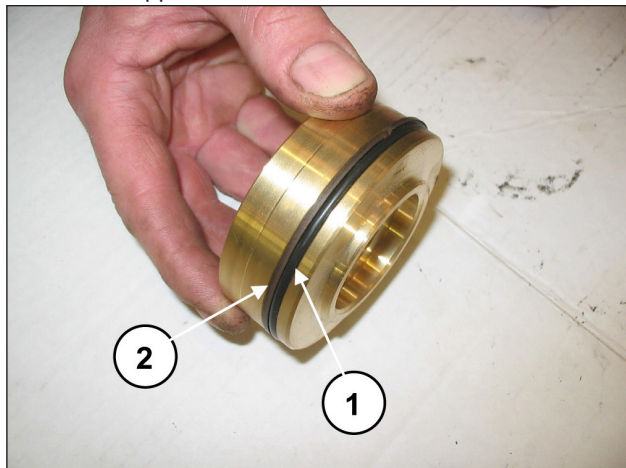

Abb. 125
Montieren Sie den O-Ring, Pos. 17 Explosionszeichnung (Pos. ①, Abb. 125) und den Stützring, Pos. 21 Explosionszeichnung (Pos. ②, Abb. 125) auf die Druckventilkappe.